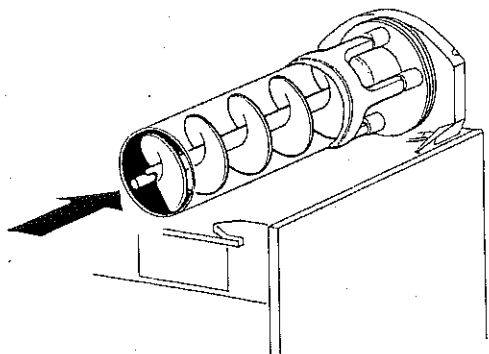

Fig. 15
5. Sæt forsigtigt sneglen ind i fordamperen. Pas på, at den ikke rammer mod bagvæggen (se fig. 15).